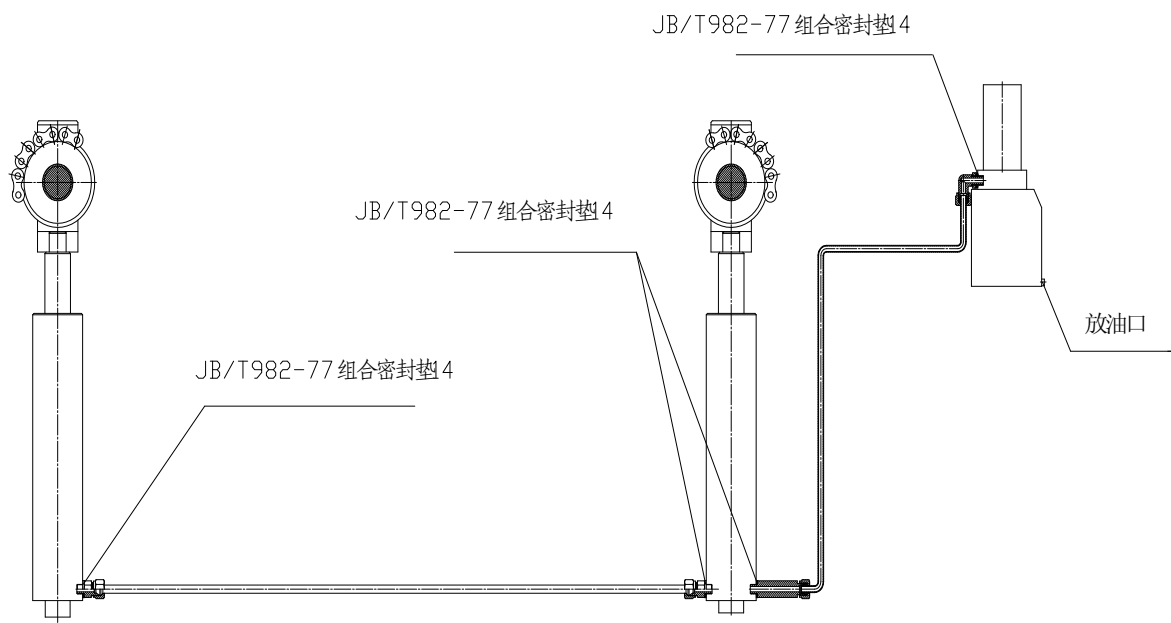

图 7
2. 检查液压缸与活动架间的连接是否正常，板式链和活动架的连接螺母是否松动，脱落。见图 7。
本机在首次投入使用满六个月后，应清洗液压油箱并更换油液，以后每年清洗一次液压系统，并更换油液。见图 7
本机投入使用一段时间后，如发现有油液渗漏现象，应仔细检查；如渗漏是因密封材料磨损引起，则应立即按原规格及时更换。见图 7。